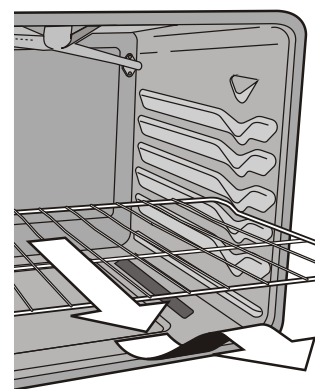

Fig. 4
Pour enlever une grille : tirez la grille en ligne droite jusqu'à la position d'arrêt. Soulevez l'avant de la grille pour permettre de la faire glisser hors de la position d'arrêt, puis tirez-la pour la retirer de la cavité du four (fig. 4).
5. Tout en maintenant le bras de connexion en place, tournez-le afin que son extrémité pointe vers le **haut** (fig. 4 et 5). Le bras de connexion devrait désormais être verrouillé en place.